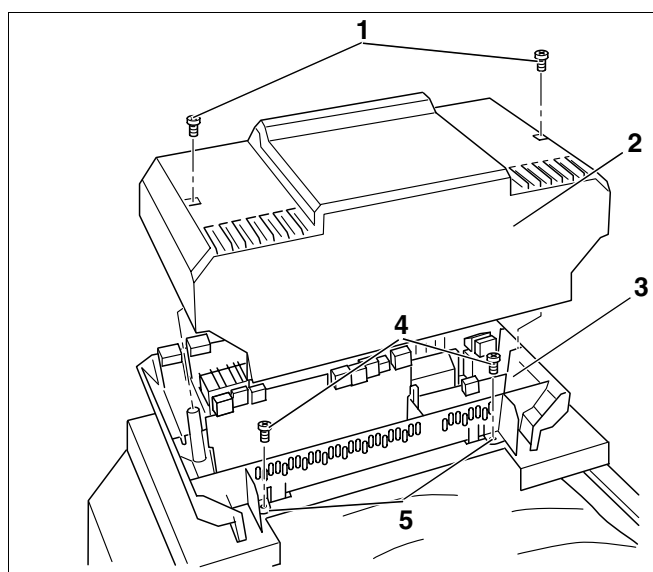

Fig. 25 Fjerning av deksel (f.eks. kontrollpanel i 2000-serien)
- Fjern de to skruene (fig. 25, **pos. 1**) fra dekselet på kontrollpanelet (fig. 25, **pos. 3**) og ta av dekselet (fig. 25, **pos. 2**).
- Skru fast kontrollpanelet (fig. 25, **pos. 3**) til kjelens fremre topplate ved hjelp av de to festeskruene (fig. 25, **pos. 4**) i kontrollpanelets tilsvarende festepunkter (fig. 25, **pos. 5**).